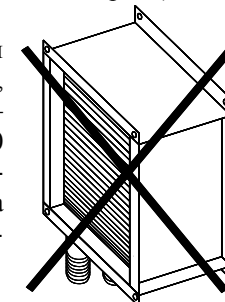

Рисунок 2
- 6.1.8. При подключении трубопроводов теплоносителя возможно использование двух схем (см. рис. 2):